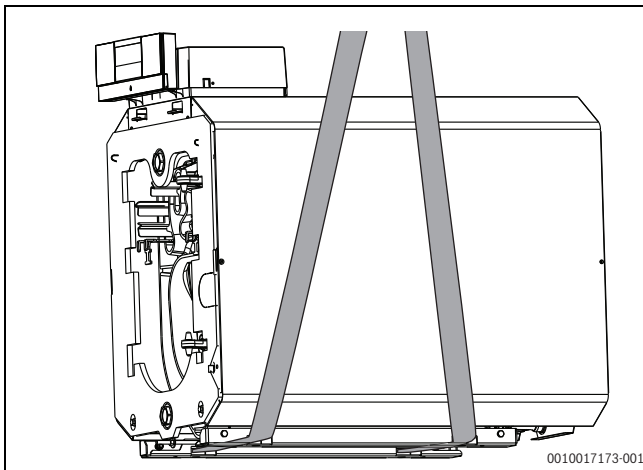

Bild 12 Anheben mit Krangeschirr durch die Bodenschiene (60 kW)
- ▶ Krangeschirr (Rundschlingen) durch die Bodenschiene führen (→ Bild 12).